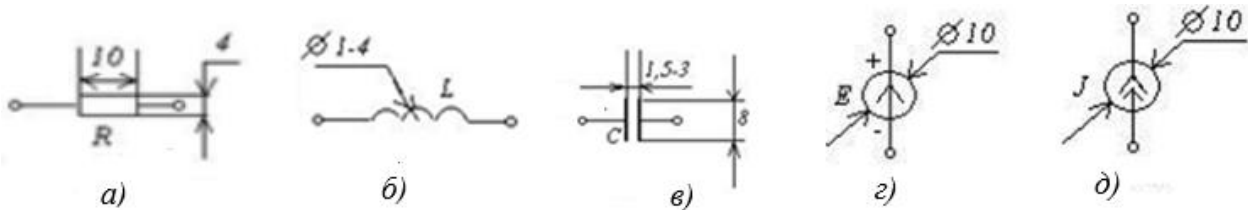

Рис. 1
**Вопрос 1.** Выберите правильный вариант ответа для приведенных на рис. 1 схемных обозначений.